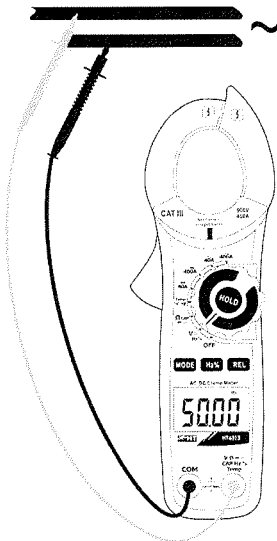

Fig. 4: Uso della pinza per misure di Frequenza e Duty Cycle
3. Inserire il cavo rosso nel terminale di ingresso $V \Omega D CAP Hz T Temp e il cavo nero nel terminale di ingresso **COM** (Fig. 4) per misura di frequenza con puntali. Il valore della frequenza (Hz) o del duty cycle (%) è mostrato a display$